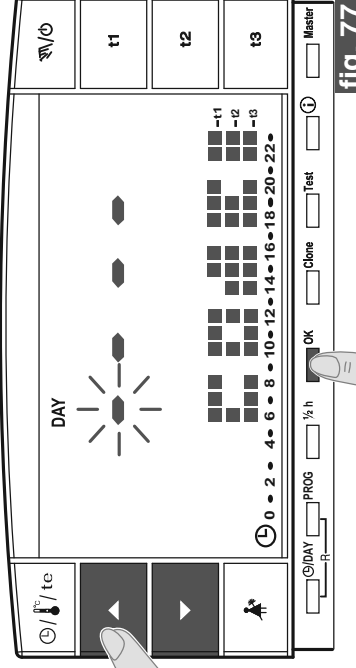
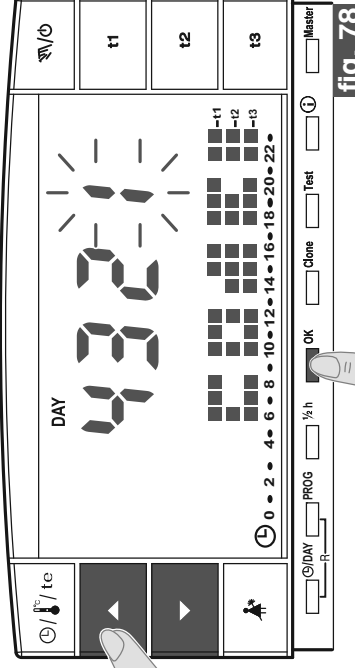

fig. 77
fig. 78
- Sul display apparirà la scritta **CoDe II** e il primo trattino a sinistra lampeggerà (fig. 77); inserire la **nuova password** utilizzando i tasti ▲▼ quindi confermare ogni valore premendo il tasto **OK** (esempio in fig. 78).
- Quando sul display apparirà la scritta **CoDe II** inserire come password 4 trattini (----) e confermare ogni "trattino" premendo il tasto **OK** (fig. 77).